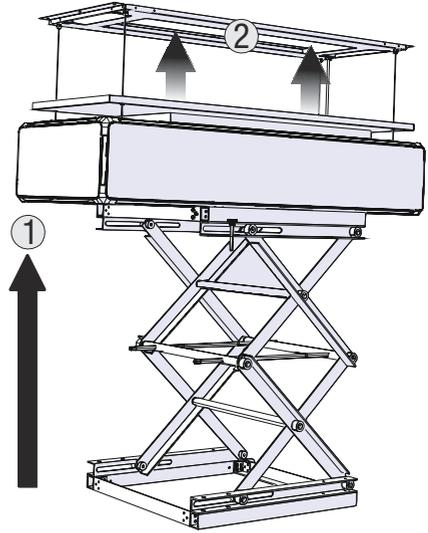

Fig. 21
6. ➔ Posizionare l'apparecchio su una piattaforma e sollevarlo (Fig. 21 / 1).
Sollevere la piastra di sospensione (Fig. 21 / 2).